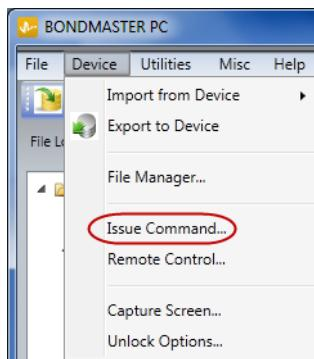

Рис. 7-12 Меню Device (Устройство) — Issue Command (Подача команды)
1. В меню **Device** (Устройство) выберите **Issue Command** [Подача команды] (см. Рис. 7-12 на стр. 189).